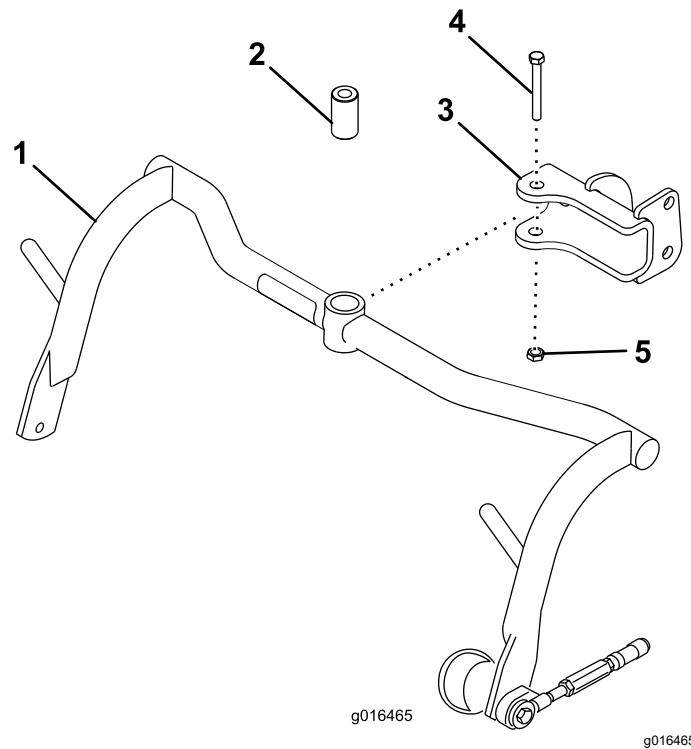

Figura 6
1. Montate un gruppo telaio portante su ciascun perno con testa con un distanziale, un bullone (½" x 3¼") e un dado di bloccaggio (½"); fate riferimento a Figura 6. Serrate a una coppia di 91 a 113 N·m.